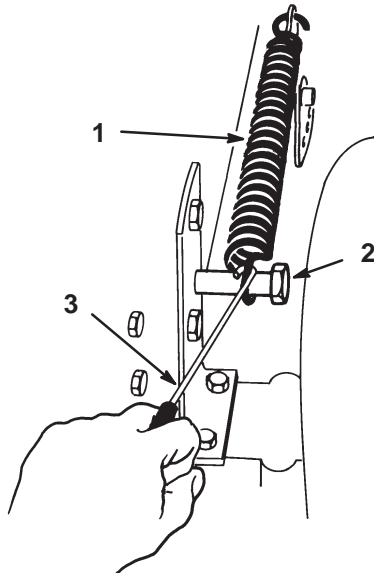

Figure 16
3. Décrochez du boulon de fixation le ressort compensateur de hauteur de coupe (Fig. 16), à l'aide du crochet fourni avec la machine. Ce ressort se trouve entre le châssis et la roue arrière droite.
13. Mettez le levier de hauteur de coupe (relevage du plateau) en position "D". Accrochez le ressort de compensation au boulon de fixation pour ne pas le perdre (Fig. 16).